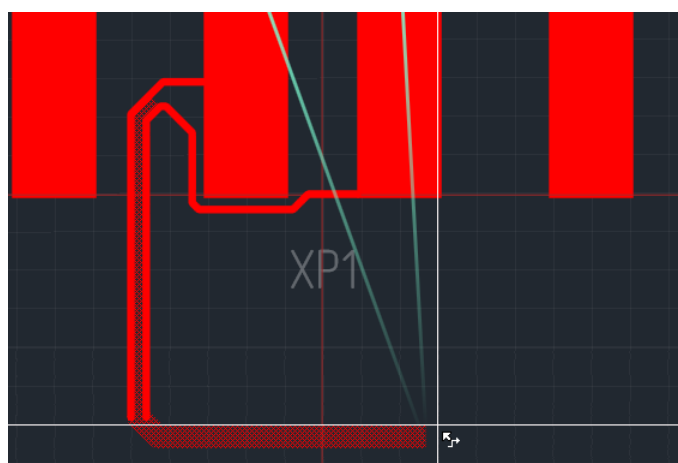

Рис. 255 Продолжение трассировки диффпары
4. Зафиксировать нажатием левой кнопки мыши демонстрируемый участок, см. Рис. 255. При этом сразу начинает трассироваться новый участок;